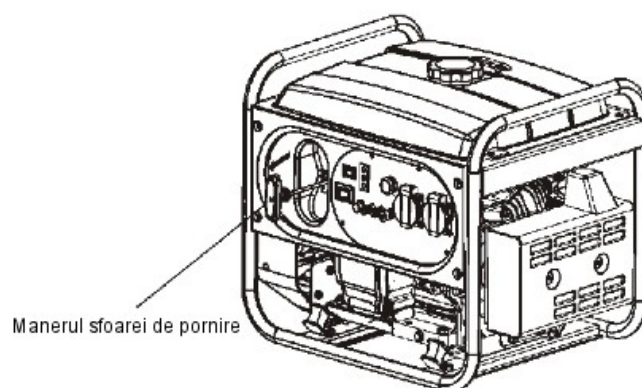

Fig. 6 - Maner sfoara de pornire
4. Trageti manerul demarorului usor, pana simtiti rezistenta, dupa care trageti brusc dupa cum este aratat mai jos. (a se vedea Fig. 6)